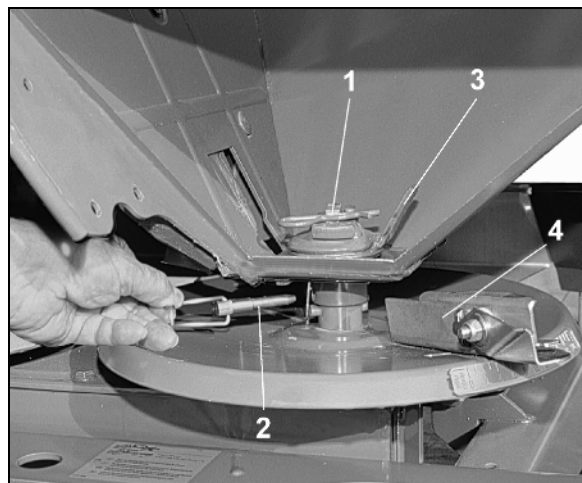

Fig. 88
1. Trekk ut splinten (Fig. 88/1).
2. Ta av rørehodekarmen (Fig. 88/2).